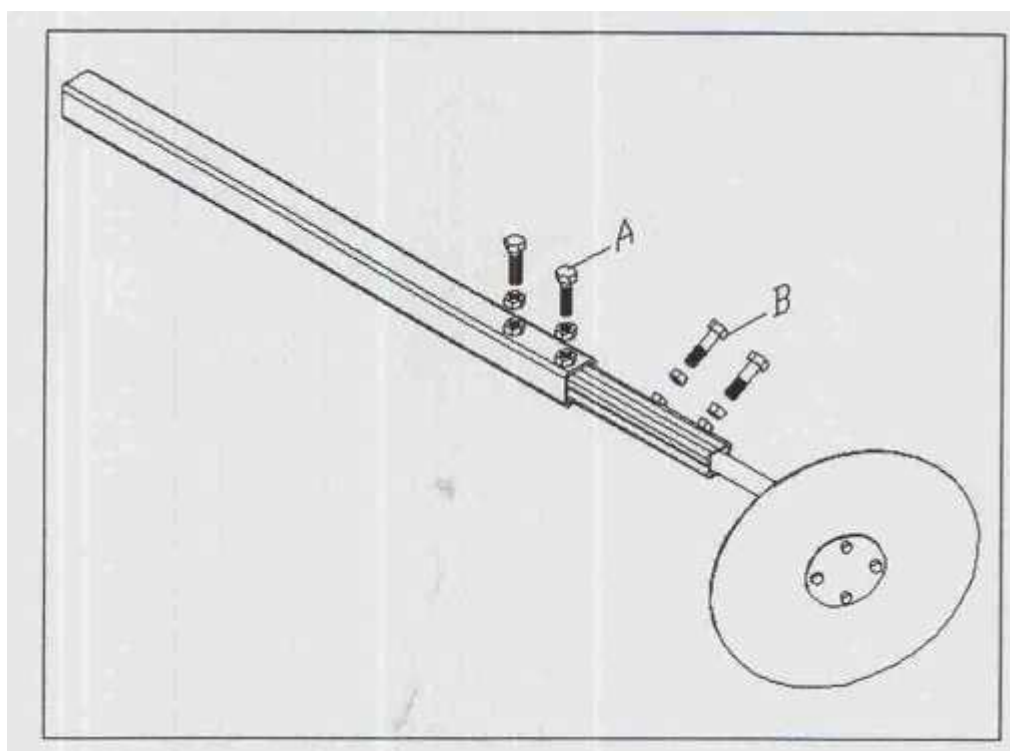

Fig. 11-02
Con los tornillos (A) y (B) de la Fig. 11-02 podremos regular el telescopio del brazo del trazador para ajustarlo a la medida requerida.